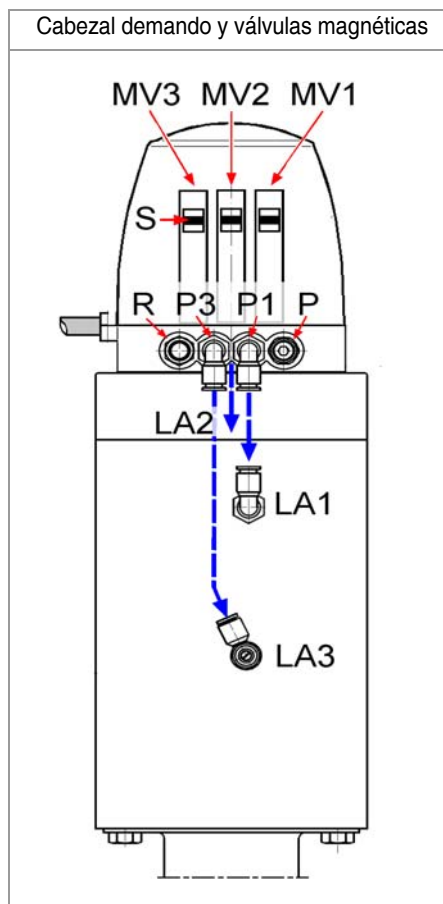
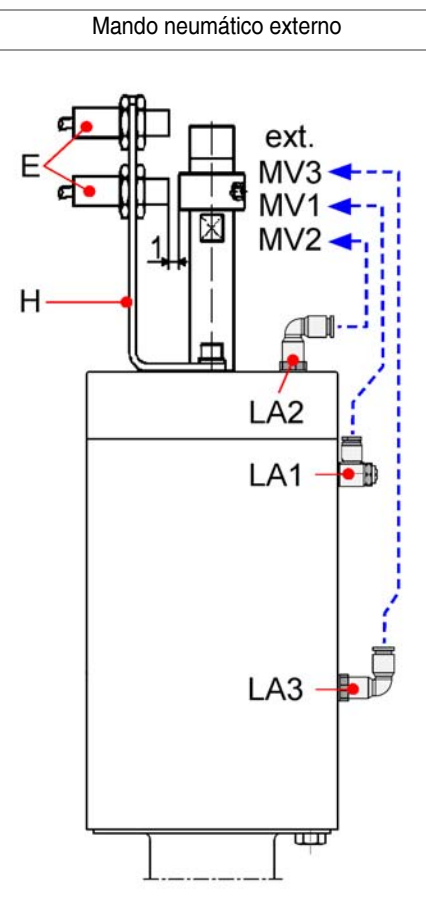

Fig. 1
Fig. 2
con válvulas magnéticas (MV) en el cabezal del mando (Abb. 1 /Seite 7)	por válvulas magnéticas externas (MV) (Abb. 2 /Seite 7)